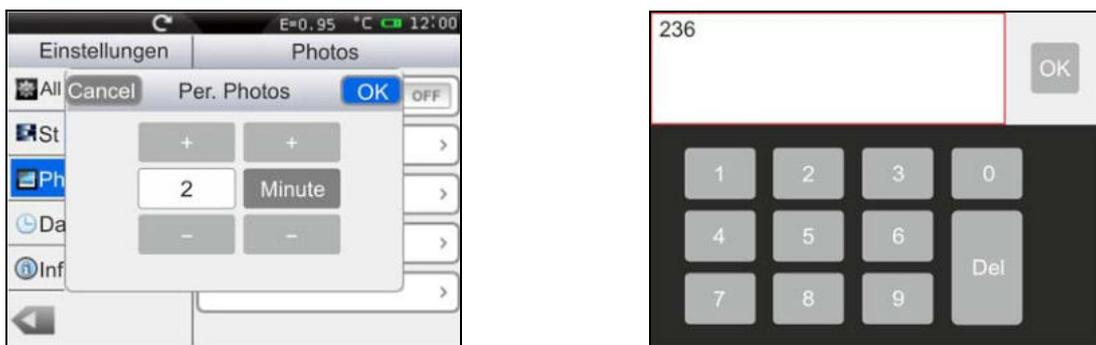

Abb. 18: Einstellung der Speicherzeit der Bilder
2. Berühren Sie die Tasten "+" oder "-" zur Einstellung sowohl des numerischen Wertes der Zeit mit Auflösung 1 Einheit als auch zur Auswahl von "Stunden", "Minuten" oder "Sekunden". Durch Berühren des Feldes des numerischen Wertes zeigt das Gerät eine virtuelle Tastatur automatisch an (siehe Abb. 18 – rechte Seite), mit der Sie schnell einen Wert eingeben können. Bestätigen Sie mit "OK" auf der Tastatur den gewünschten Wert.